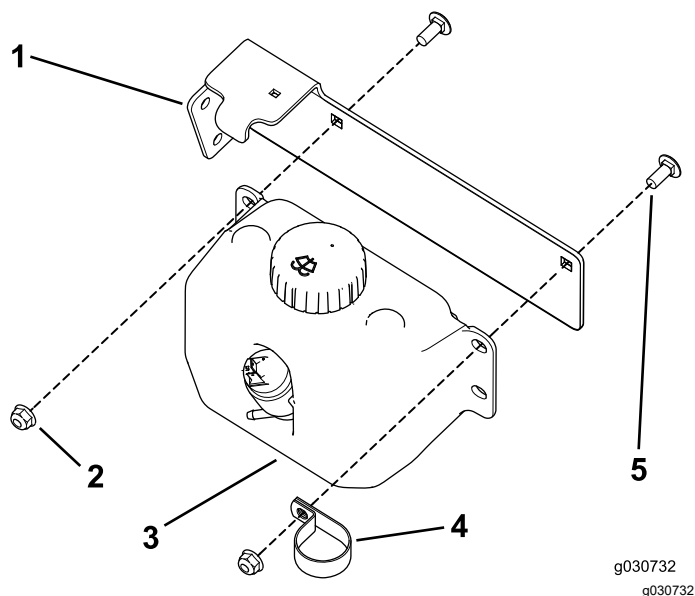

Figura 44
- Utilice 2 pernos de cuello cuadrado (5/16" x 3/4") y 2 tuercas con arandela prensada (5/16") para sujetar el depósito del lavaparabrisas y la abrazadera en R al soporte del depósito (Figura 44).